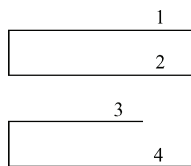

图 3-52 假设绘制好的图形
- 1) 假设已经绘制好图 3-52 所示的图形,其中线段 1、线段 2、线段 3 和线段 4 相互平行,线段 2 和线段 3 的长度并不相等。